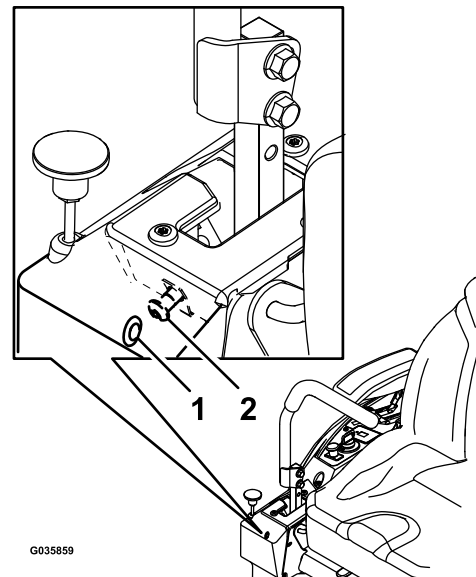

Bild 56
6. Wenn die Maschine nach rechts zieht, stecken Sie einen Sechskantschraubenschlüssel durch das Zugangsloch in der Abdeckungsplatte vorne rechts und drehen Sie die Spurweitschraube nach rechts oder nach links, um das Spiel des Hebels einzustellen (Bild 56).
7. Wenn die Maschine nach links zieht, stecken Sie einen Sechskantschraubenschlüssel durch das Zugangsloch in der Abdeckungsplatte vorne rechts und drehen Sie die Spurweitschraube nach rechts oder nach links, um das Spiel des Hebels einzustellen (Bild 56).